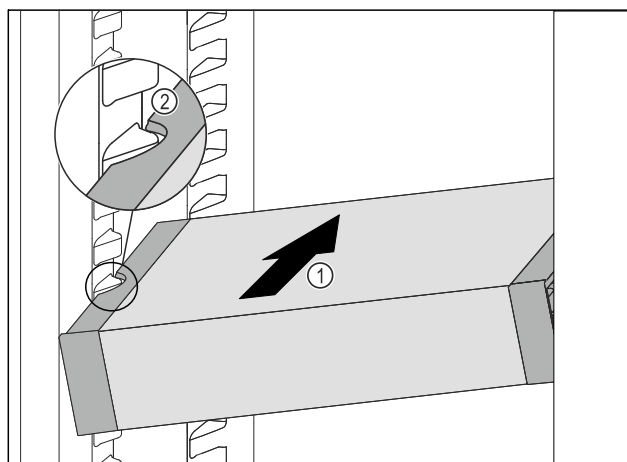

Fig. 78
- VarioSafe zasúvajte šikmo do chladničky Fig. 78 (1), dokým sa bočné vybrania Fig. 78 (2) VarioSafe nebudú nachádzať vo výške rebra nádoby v chladničke.